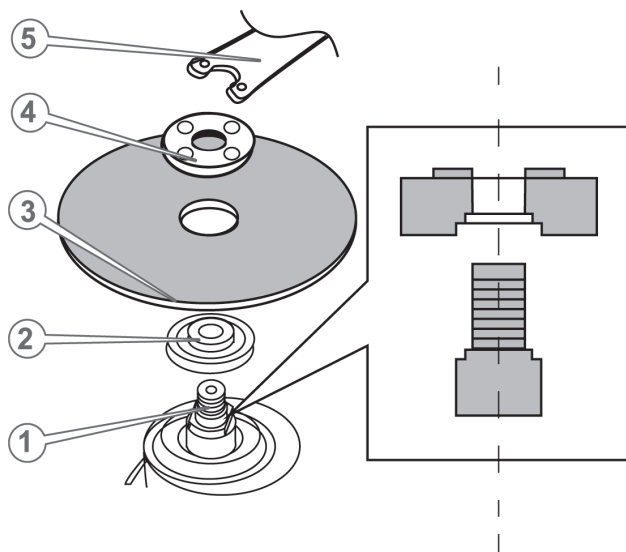

Рисунок 2. Схема встановлення та зняття абразивного диска.
1. Встановити внутрішній фланець (2, рис. 2) із посадковим виступом на шпindel (1, рис. 2) у такий спосіб, щоб фланець увійшов у зачеплення зі шпindelом.
2. Встановити на фланець абразивний диск у такий спосіб, щоб посадковий виступ внутрішнього фланця увійшов у посадковий отвір диска (3, рис. 2).
4. Надійно зафіксувати диск, закрутивши зовнішній фланець (4, рис. 2) за допомогою затискного ключа (5, рис. 2).